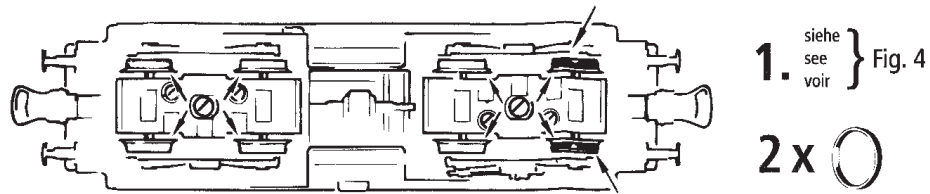

Fig. 10
Ausführung für Wechselstrom: siehe Fig. 10
A.C. operation: see fig. 10
Version en courant alternatif: voir fig. 10
4. Remplacement des balais du moteur: Démontez la caisse (voir fig. 4). Démontez ensuite le moteur et échangez le balais (fig. 10).